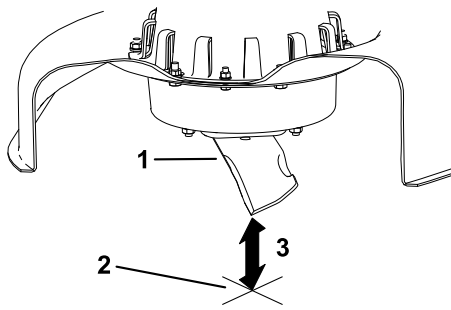

Figura 30
3. Mida desde la punta de la cuchilla hasta la superficie plana (Figura 30).